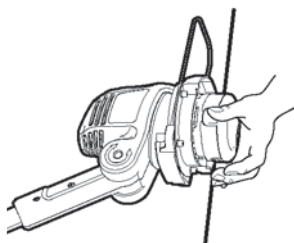

Imagen.23
- > Presione las dos pestañas de ajuste del cabezal bordeador a la vez (Imagen 23).